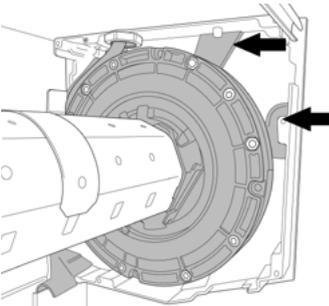

Bild 3
- 1) MAN Rescue mit spezifischen Formstücken (s. Bild 3, Pfeile) in den Kopf des Vorbaukastens einpassen. Gurtführung durch den Rahmen bzw. Mauerwerk immer linear und im rechten Winkel zum Gurtauslass aus dem MAN Rescue positionieren (s. Bild 4).